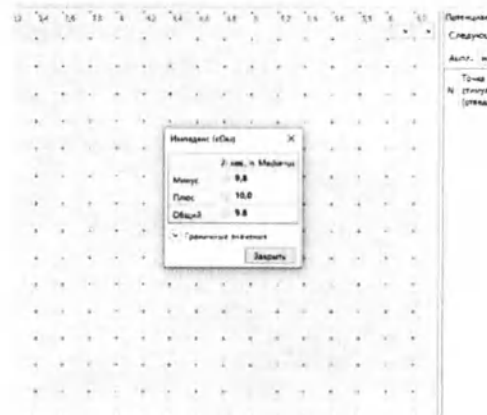

Рис. 22. Измерение импеданса
- После установки электродов проверьте качество их наложения. Для этого нажмите кнопку «Z» на функциональной клавиатуре. На экране появится окно измерения импеданса. Все индикаторы должны быть подсвечены зеленым (рис. 22).